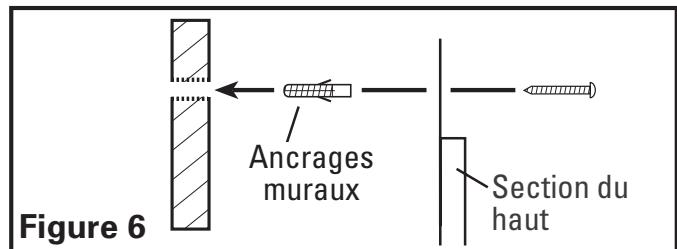

Figure 6
7. Enlever la section du haut du dossieret et installer les ancrages muraux en perçant dans le mur aux emplacements marqués (**Figure 6**).
8. Soulever la section du haut en place en accrochant la bride de la section du bas dans le canal de la section du haut et aligner les trois trous dans le dossieret avec les ancrages muraux qui furent juste installés et fixer avec les vis comprises (**Figure 6**).